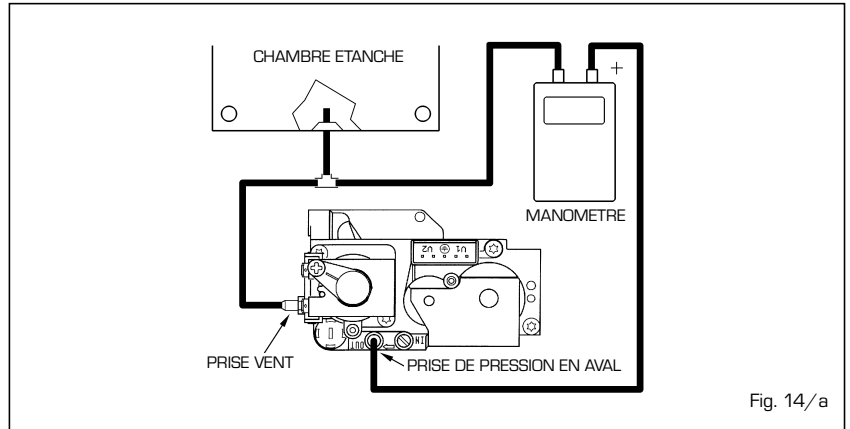
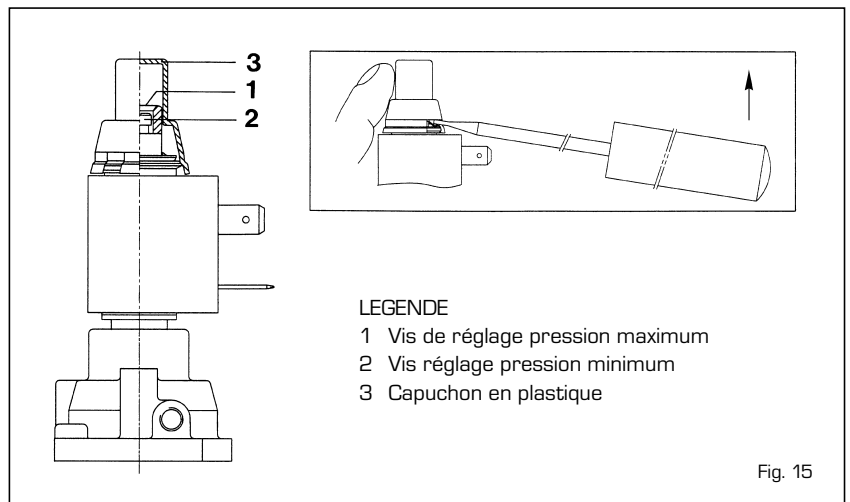

Fig. 14/a
Fig. 15
4.2 VANNE DU GAZ (fig. 14)
ATTENTION: Pour effectuer la vérification des pressions maximum et minimum, en laissant en place le capuchon (3 fig. 15) du modulateur, monter le manomètre suivant les indications reportées sur la fig. 14/a. Pour effectuer le calibrage débranchez la prise VENT de la chambre étanche.
4.2.2 Réglage de la pression minimum au brûleur (fig. 15)
- Connecter la colonne d'essai de pression à la prise de pression en aval (4 fig. 14).
- Débrancher la prise VENT de la chambre étanche (fig. 14/a).
- Débrancher l'alimentation et enlever le capuchon en plastique (3) du modulateur.
- Tourner la vis (2) en recherchant la valeur de pression minimum indiquée dans le **Tableau 3**. Pour réduire la pression, tourner la vis dans le sens inverse des aiguilles d'une montre; pour augmenter la pression, tourner la vis dans le sens des aiguilles d'une montre.
niveau de pression à l'allumage (STEP) de la vanne de gaz, en positionnant la flèche de la vis comme indiqué sur la fig. 14 (en fonction du type de gaz employé).